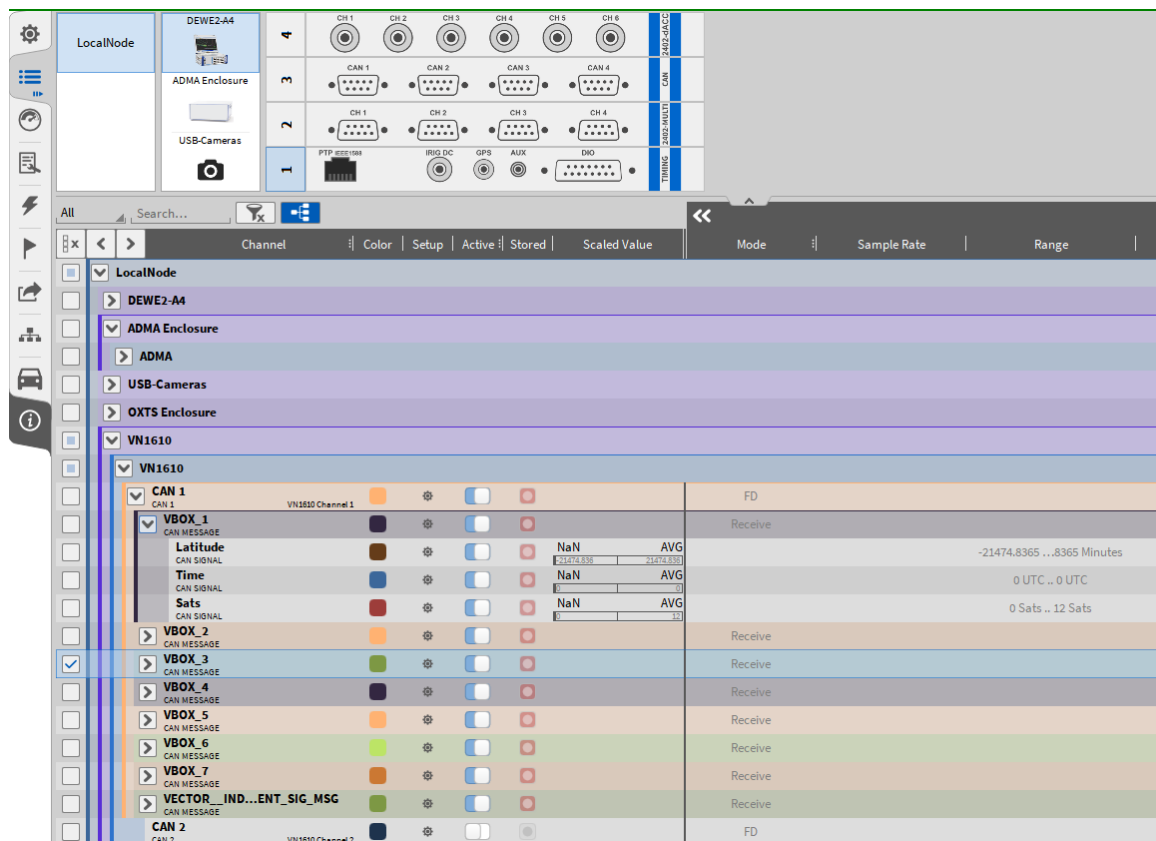

Abb. 4.57: CAN-FD Kanalliste in OXYGEN
- Nachdem die Kanäle geladen wurden, erscheint ein Pfeil links neben dem Kanalnamen. Ein Klick auf den Pfeil erweitert die CAN-FD Kanalliste und zeigt die individuellen CAN-FD Nachrichten mit deren Kanälen (siehe Abb. 4.57).